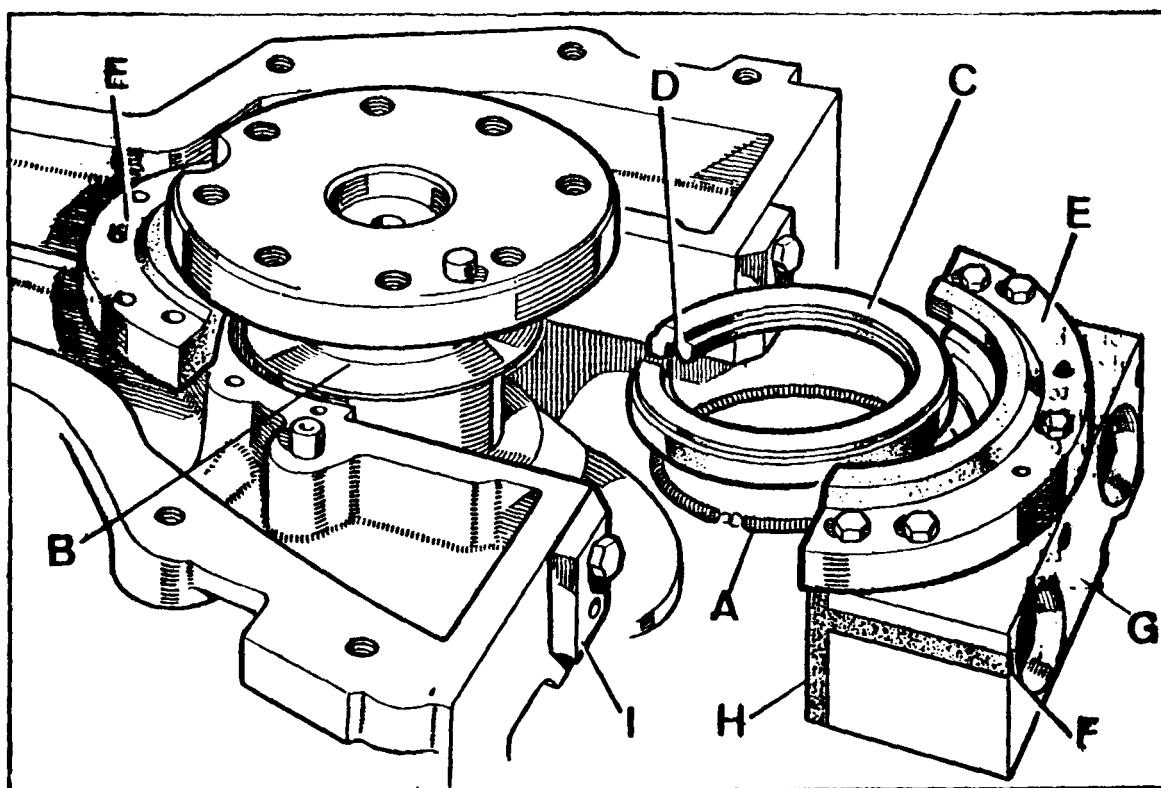
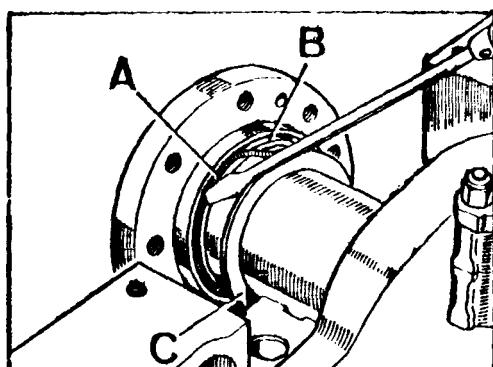

Fig. A1-0 Detalles del retén trasero del cigueñal
Fig. A1-P Montaje del muelle compresor del retén
2.3. Colocar el muelle, A (Fig. A1-0) de forma que el punto de enganche quede situado según se indica en la figura. Con un destornillador pequeño se irá empujando el muelle (Fig. A1-P) hasta que se introduzca en el hueco del retén.
- 2.4. Girar el retén hasta que el corte, D (Fig. A1-0) quede situado en el eje vertical del motor y apuntando hacia la culata. Esta posición, que es la de trabajo, es muy importante.
- 2.5. Instalar las dos mitades del porta-retén, E (Fig. A1-0), asegurándose de que el retén queda bien alojado en la mitad superior.
- 2.6. Montar dos empaquetaduras de corcho, F (Fig. A1-0) sobre la tapa del cojinete trasero, G, haciendole de antemano un biselado en la zona, H. Engrasar la zona deslizante de la tapa y montarla sobre el bloque haciendo uso de las guías, I, 270304.
- 3.1. Instalar sobre el cárter, A (Fig. A1-M) un anillo tórico, B, con grasa para mantenerlo en posición.